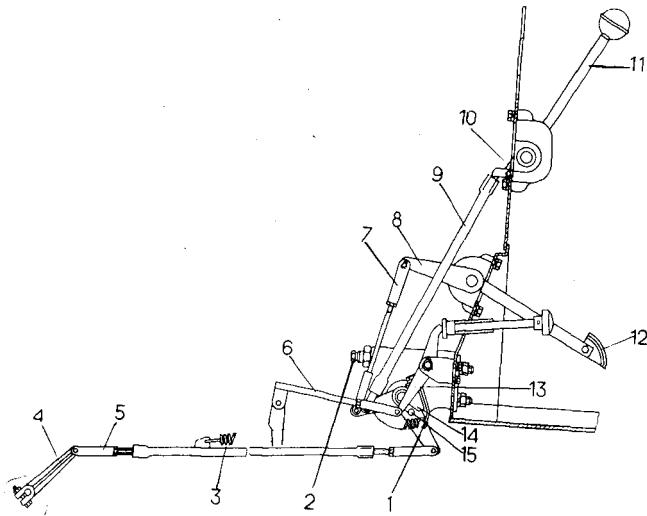

Рис. 26. Регулирование приводов управления пусковым двигателем и дизелем:
**Привод педали управления подачей топлива** (рис. 26). Отсоединить пружину 3 от зацепа 1 и тягу 7 от рычага 8. Передвинуть тягу 5 вперед и установить наружный рычаг регулятора топливного насоса в положение минимальной частоты вращения. Установить педаль 12 вниз до упора. При установленных положениях рычага регулятора и педали отрегулировать длину тяги 7 и подсоединить ее к рычагу 8. Установить пружину 3 на место.